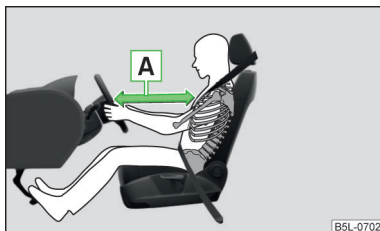

Fig. 142
- Atât pentru șofer cât și pentru pasagerul față este important să păstreze o distanță de aproximativ 25 cm față de volan, respectiv de planșa de bord A » fig. 142. Dacă nu se respectă această distanță, sistemul airbag nu își poate exercita eficiența maximă - Pericol! Pe lângă acestea, scaunele din față și tetierele trebuie să fie întotdeauna reglate în funcție de mărimea corpului.